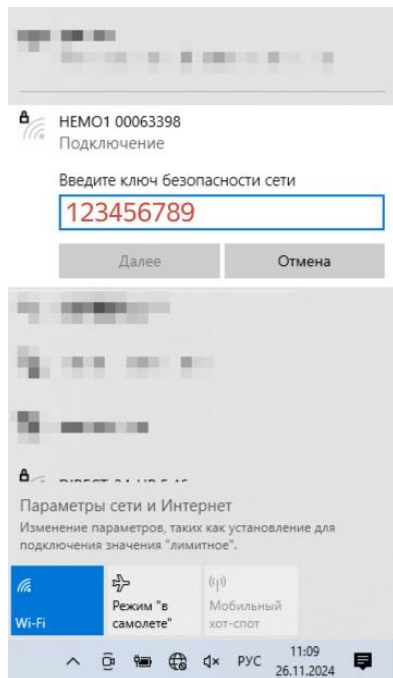

Рисунок 8
- подключиться к Wi-Fi сети счетчика (сеть счетчика открытая), **при подключении счетчика при снятой верхней клеммной крышке необходимо ввести пароль по умолчанию – 123456789**, см. Рисунок 8.